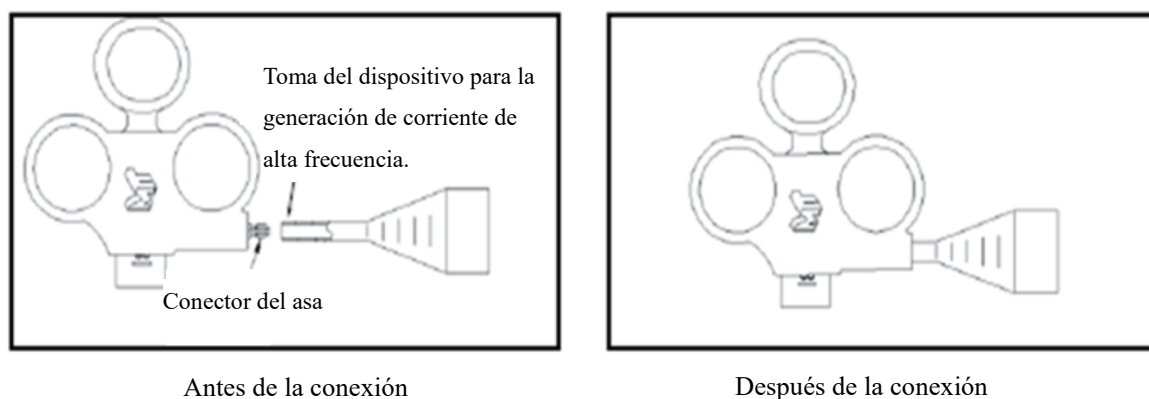

Figura 4
3. Conecte el conector del asa caliente estéril a la toma de la unidad electroquirúrgica de alta frecuencia. Asegúrese de que la conexión es correcta (como se muestra en la siguiente figura 4).